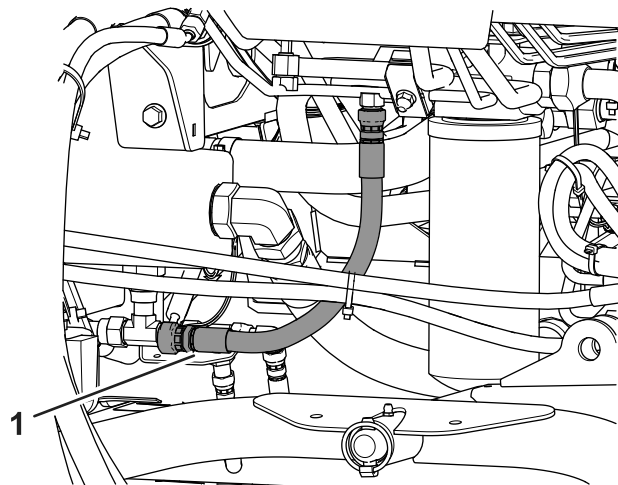

Bild 68
2. Stellen Sie eine große Auffangwanne unter das Anschlussstück, das unten am Hydraulikölbehälter befestigt ist (Bild 68).